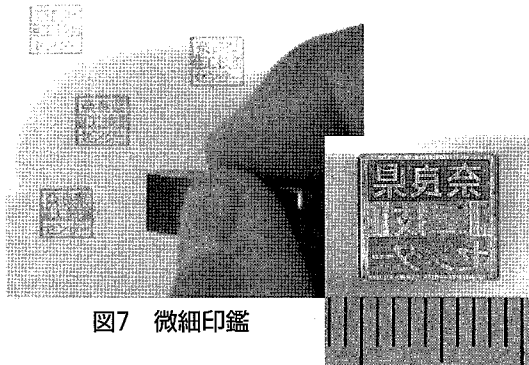

図7 微細印鑑
④微細印鑑
③奈良県モデルの文字部分のCADデータを縮小・反転したものを用いました。今回は、8mm□のブロックゲージ端面に加工しました(図7)が、超硬材の印鑑でも製作可能です。